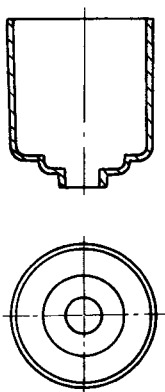
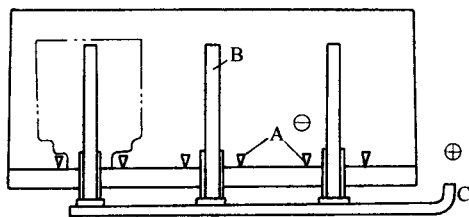

图 1-7
图 1-8
① 插销镀锌挂具：工件外形见图 1-7。挂具形状见图 1-8。
制作挂具时应注意：图 1-8 中 A 处所示的三个爪子的高度应与图 1-7 工件的底部相对应。图 1-8 中 B 所示为辅助阳极，辅助阳极底部与挂具接触处必须绝缘，以防阴、阳极短路烧坏工件。辅助阳极高度与图 1-7 工件上部高度接近。图 1-8 中 C 所示为辅助阳极导线的塑料套管。